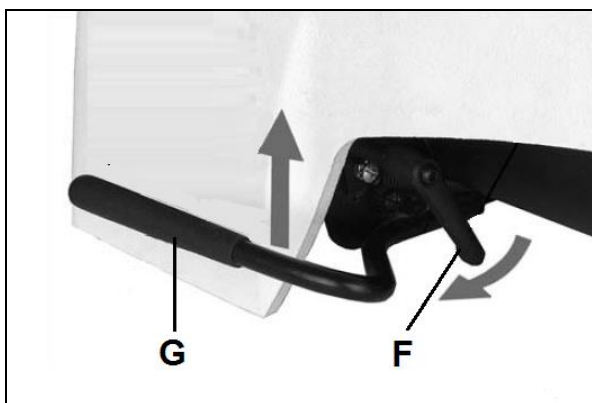

Рис. 22
Ослабьте ремень. Потяните рукоятку (F, Рис. 22) и поднимите рычаг (G).